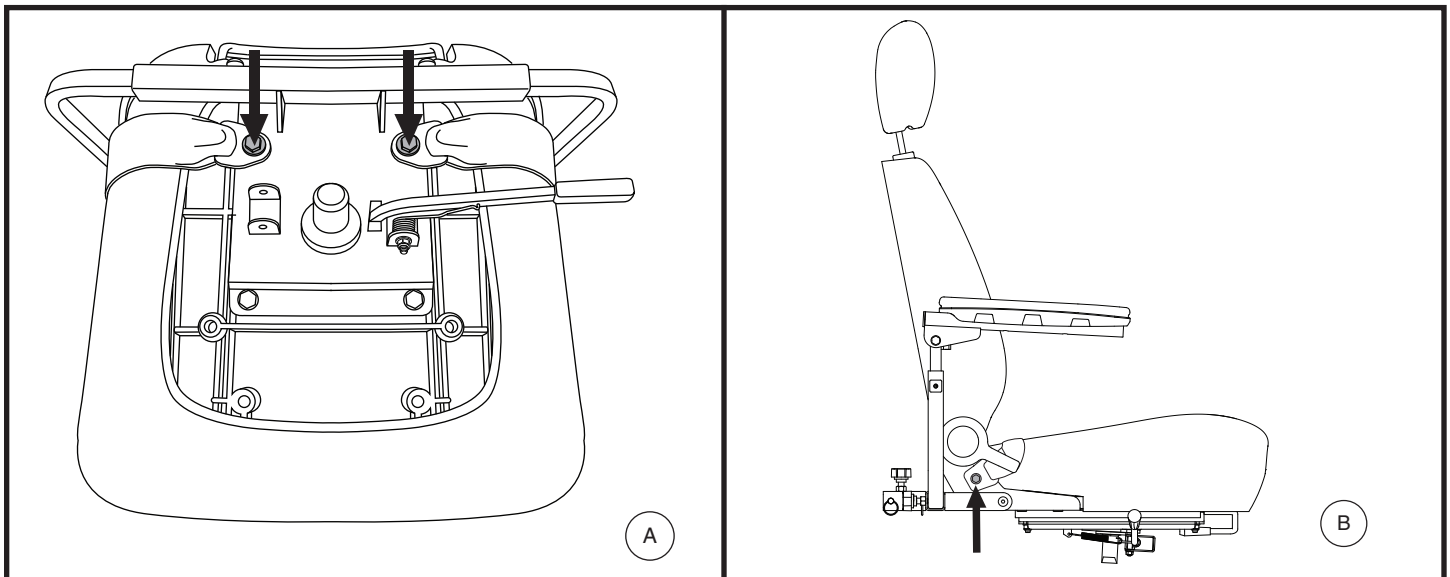

Figure 17. Boulons du ceinture de positionnement
Votre scooter peut être équipé d'une ceinture de positionnement de type automobile réglable pour votre confort. **Voir la figure 17.** La ceinture de positionnement est conçue pour supporter et empêcher le conducteur de glisser ou d'avancer sur le siège. La ceinture de positionnement n'est pas une ceinture de sécurité.
2. Placez le siège à l'envers pour faire face à sa base. **Voir la figure 17.**